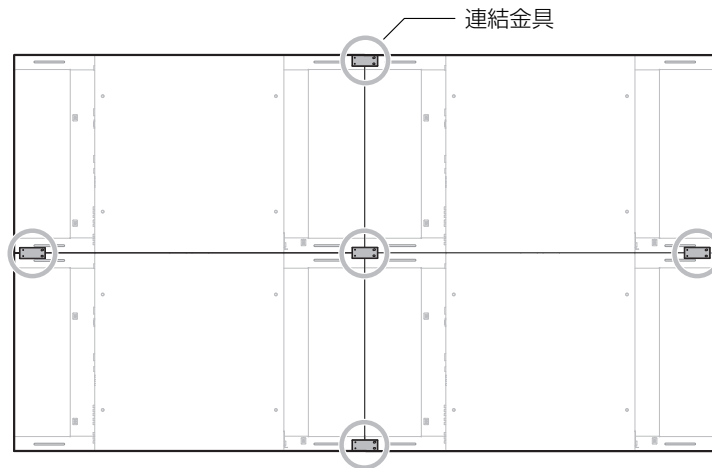

図 3-2. 連結金具 固定イメージ
- マルチディスプレイ構成時は付属の連結金具にて図 3-2 のようにディスプレイを固定してください。